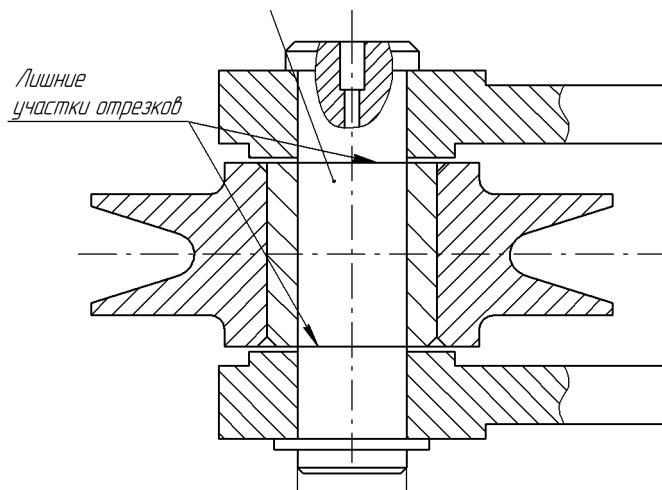

Рис. 53.26. Наложение отрезков
1.1. Увеличьте участок вида сверху (рис. 53.26).